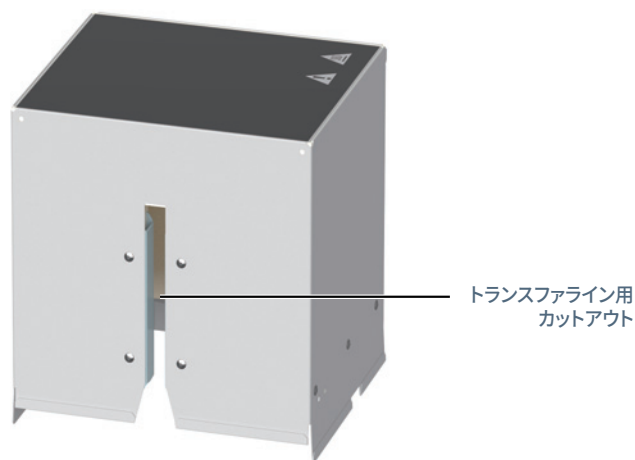

図 5. バルブ加熱部カバーのトランスファライン用カットアウト
- 1 バルブ加熱部カバーのトランスファラインの切り込みにトランスファラインを合わせます (図 5)。